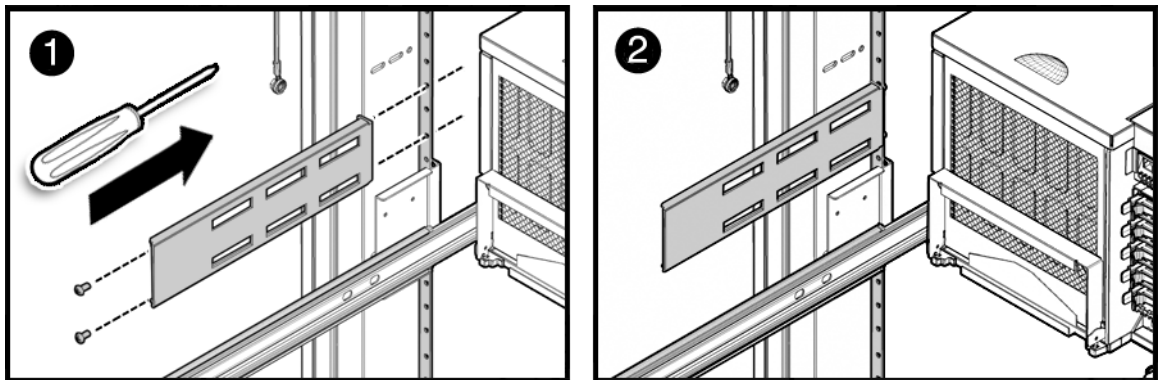

図 2-15 Sun Rack 1000 への追加の固定部品の取り付け
3. Sun Rack のねじ穴の付いた耳の裏側にケージナットを配置し、2 本のねじを固定部品とラックの耳に通します (図 2-15)。